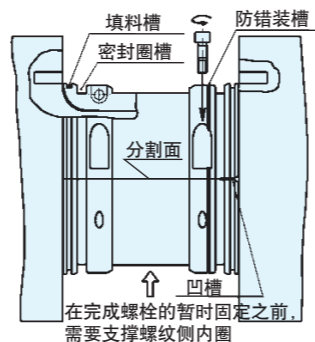

图5 内圈的安装
- 将螺纹侧内圈从下方抵住辊颈中央部，从上方覆盖螺栓座侧内圈，使用密配合螺栓暂时固定。(参考图5)